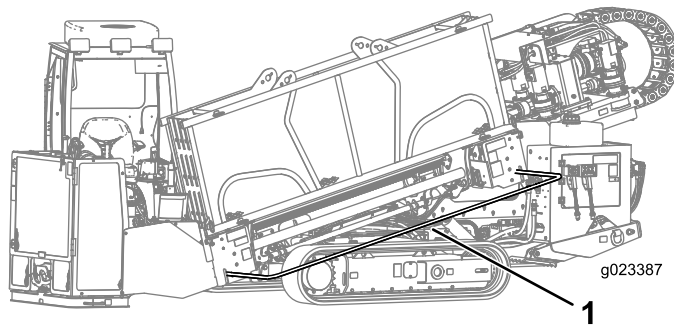

Figura 70
4. Baje la barra de seguridad peatonal y sujétela (Figura 70).